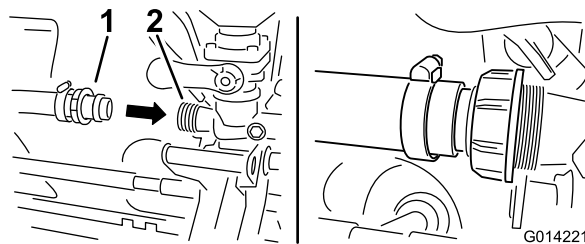

Рисунок 24
- Подсоедините оставшийся шланг к обращенному вперед резьбовому отверстию эдуктора (Рисунок 24). Зафиксируйте пластиковой гайкой соединение шланга и эдуктора в сборе.
- Чтобы зафиксировать шланг, затяните барашковую гайку на резьбе эдуктора (Рисунок 24).